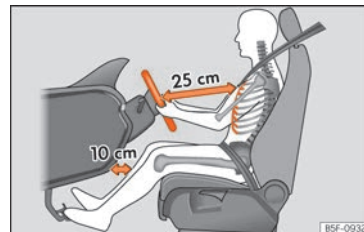

**Fig. 83** La distanza corretta tra il conducente e il volante
- Regolare la posizione del volante in modo tale che la distanza tra il volante stesso e il torace sia di almeno 25 cm » **fig. 83.**
- Posizionare il sedile di guida in modo tale che tra lo sterzo del conducente e il centro del volante ci sia una distanza di almeno 25 cm » **fig. 83.** Se si sta seduti a meno di 25 centimetri di distanza non si può essere protetti con adeguata efficacia dal sistema degli airbag.